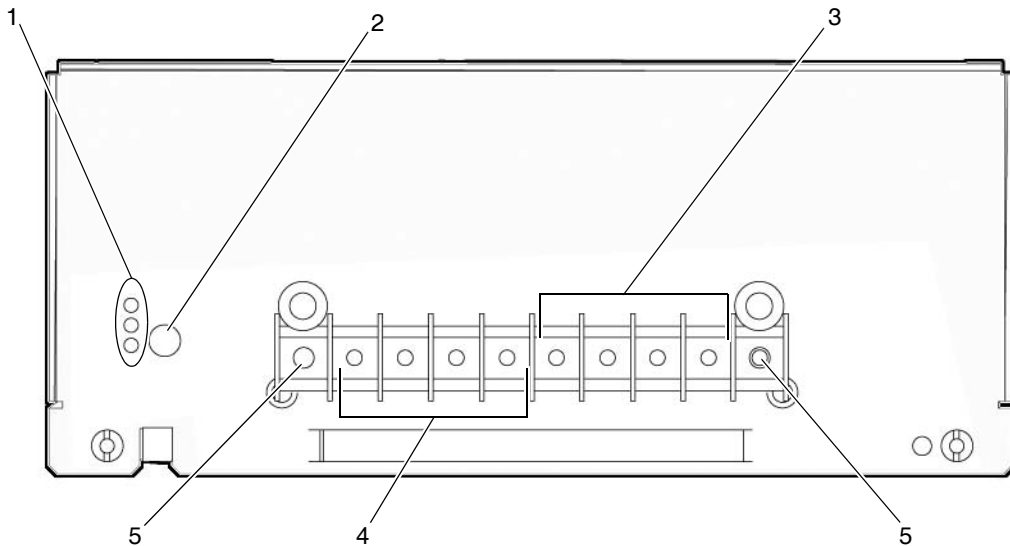

图 2-10 电源输入模块接线柱
4. 将电缆连接到每个电源输入模块的相应接线柱上（图 2-10）。
表 2-3 图 2-10 的说明